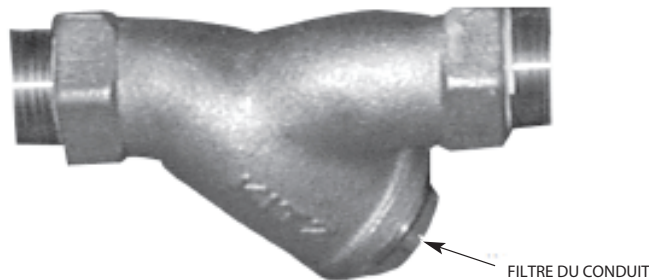

Fig. 21
5. Filtre de conduite encrassé (Fig. 21) obstruant le passage de l'eau. Coupez l'alimentation en eau, dévissez le bouchon du filtre, retirez et nettoyez le tamis.